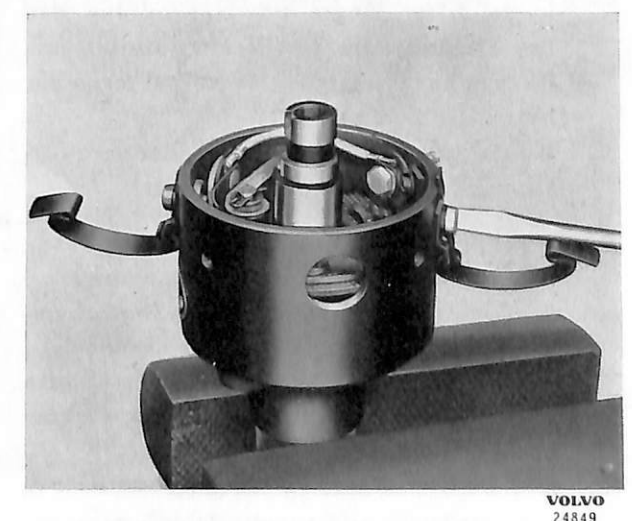

Bild 58. Demontering av brytarplatta.
4. Lossa brytarplattan. Denna lossas genom att de två skruvarna som håller byglarna för locket lossas. Bild 58.